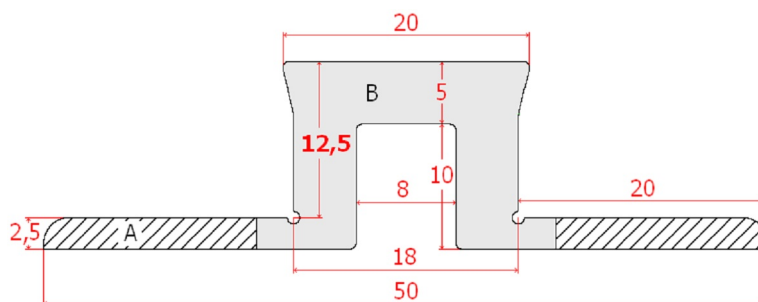

Fig. 1: BS PROFILE H12,5 in sezione (dimensioni in mm)
BS PROFILE H12,5 è appositamente studiato per l'impiego nell'impermeabilizzazione con BETONGUAINA o BETONGUAINA.S seguita da incollaggio diretto delle piastrelle con BETON H-1 (dimensioni in mm in Fig.1):
Con riferimento alla Fig. 1, il corpo (B) di BS PROFILE H12,5 è di colore nero, le alette (A) sono traslucide e incolori.